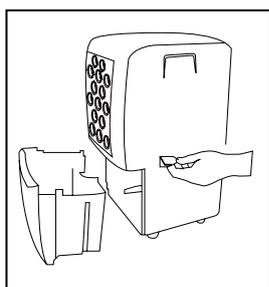

fig. 1
- Soulevez l'aileron latéral situé sur le côté droit de l'unité comme en regardant de l'avant. (fig.1)